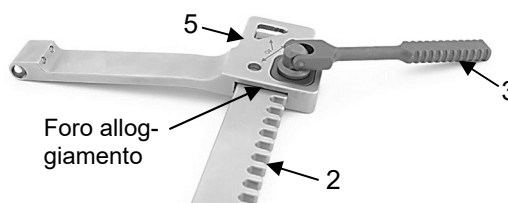

Fig. 16
Inserire la guida dentata (2) nel foro dell'alloggiamento (5) fino a innestare il pignone della leva di comando (3) nella ruota dentata (2) (Fig. 16).